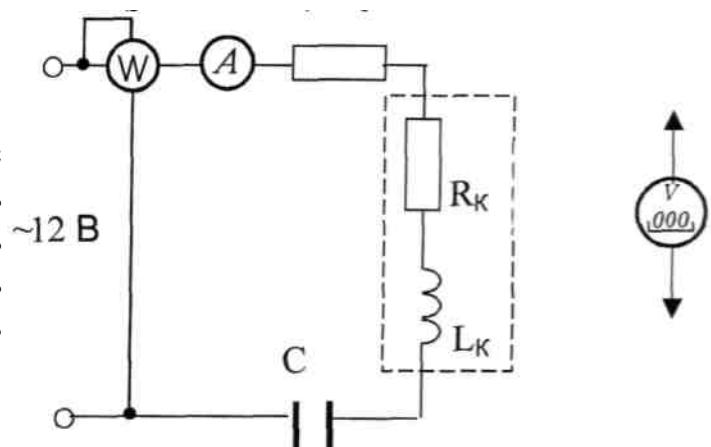

Рис. 1.4.4.
3.2. Собрать электрическую цепь (рис. 1.4.4), установив заданные преподавателем значений сопротивления резистора и емкости конденсатора. Подключить собранную цепь к источнику питания  $\sim 12$  В (модуль питания).